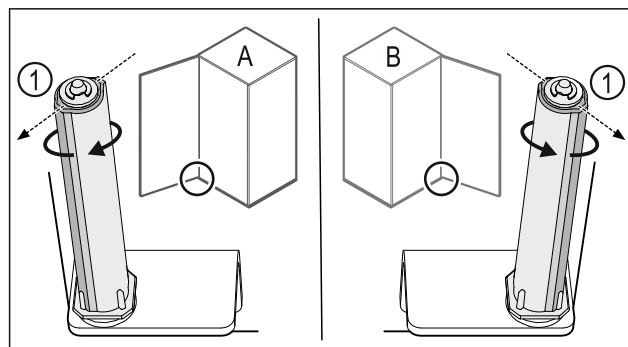

Fig. 40 Левое навешивание (A) / правое навешивание (B)
- Поворачивайте систему закрытия, преодолевая сопротивление до тех пор, пока ее ребро Fig. 40 (1) не будет направлено наружу.